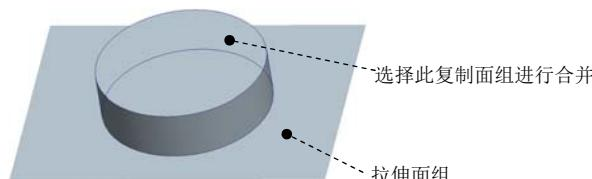

图 18.11 将复制面组与拉伸面组进行合并
(1) 按住 Ctrl 键，选取 Stage1 创建的复制曲面和 Stage2 创建的拉伸曲面，如图 18.11 所示。
(2) 单击 **分型面** 功能选项卡 **编辑** ▾ 区域中的 合并 按钮，系统弹出“合并”操控板。